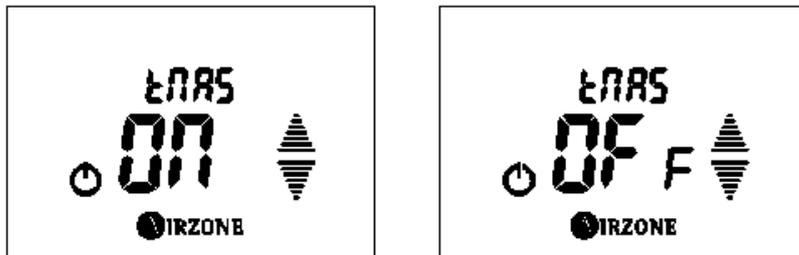

Fig. 81
- Configuración termostato maestro $\text{E}^{\text{T}}\text{AS}$:** Muestra la configuración que tiene el termostato. Si es maestro muestra 07 y si es zona muestra OFF . Si desea cambiar la configuración del termostato pulse **AIRZONE**, el valor del menú se pondrá a parpadear, esto indica que estamos dentro del menú. Seleccione la opción deseada mediante las flechas \blacktriangle / \blacktriangledown y pulse **AIRZONE** para confirmar. Si desea salir del menú pulse O para volver al menú anterior. (Fig. 81)